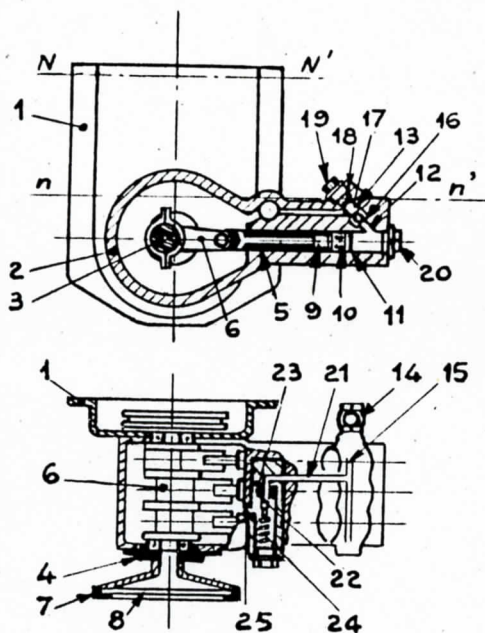

FIG. 1 & 2
Pour procéder à l'amorçage d'un groupe MINUS, remplir d'huile jusqu'au niveau n n' (fig.1) dévisser de quelques tours les vis (84) à l'aide d'une clé plate de 14. Mettre en marche le moteur pendant quelques instants pour que l'air ait le temps de s'échapper.
Resserrer ensuite énergiquement les vis (84). Parfaire le niveau d'huile jusqu'en N N' (Fig.1).